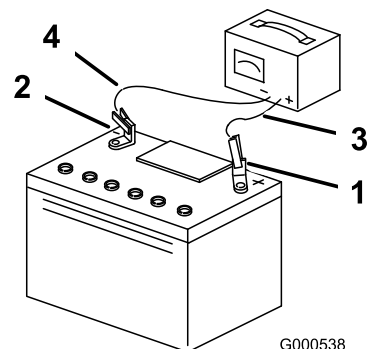

Figure 43
3. Quand la batterie est chargée au maximum, débranchez le chargeur de la prise, puis débranchez les fils du chargeur des bornes de la batterie (Figure 43).